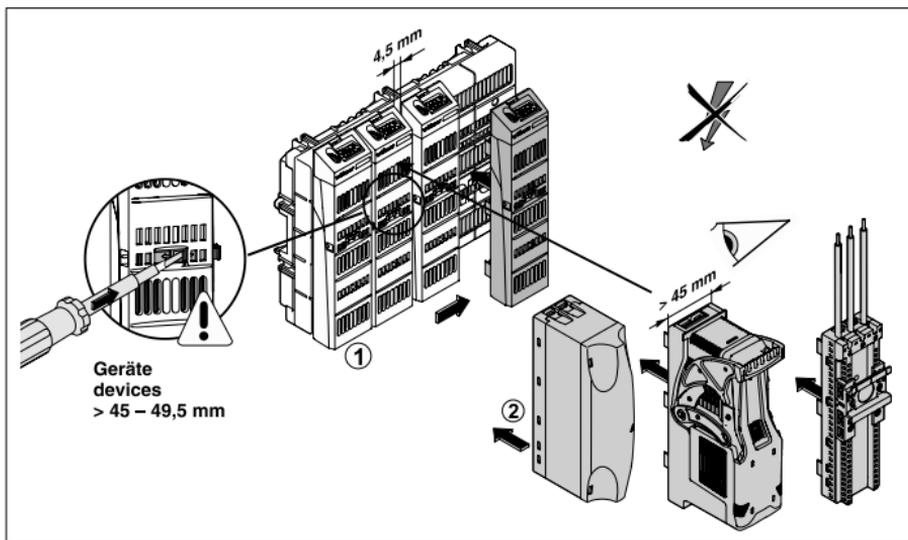

Bild 3
6.1 Montage Aufbaukomponenten (Bild 3)
- Im Falle einer Vorbestückung des CrossBoard® mit mehreren CrossMT ist die Breite der Aufbaukomponenten zu beachten. Bei Verwendung des 49,5mm breiten NH-Sicherungs-Lasttrennschalter Gr. 000 (Art. Nummer 33800) empfiehlt sich der Gebrauch des Indikatorriegels (s. Bild 3)